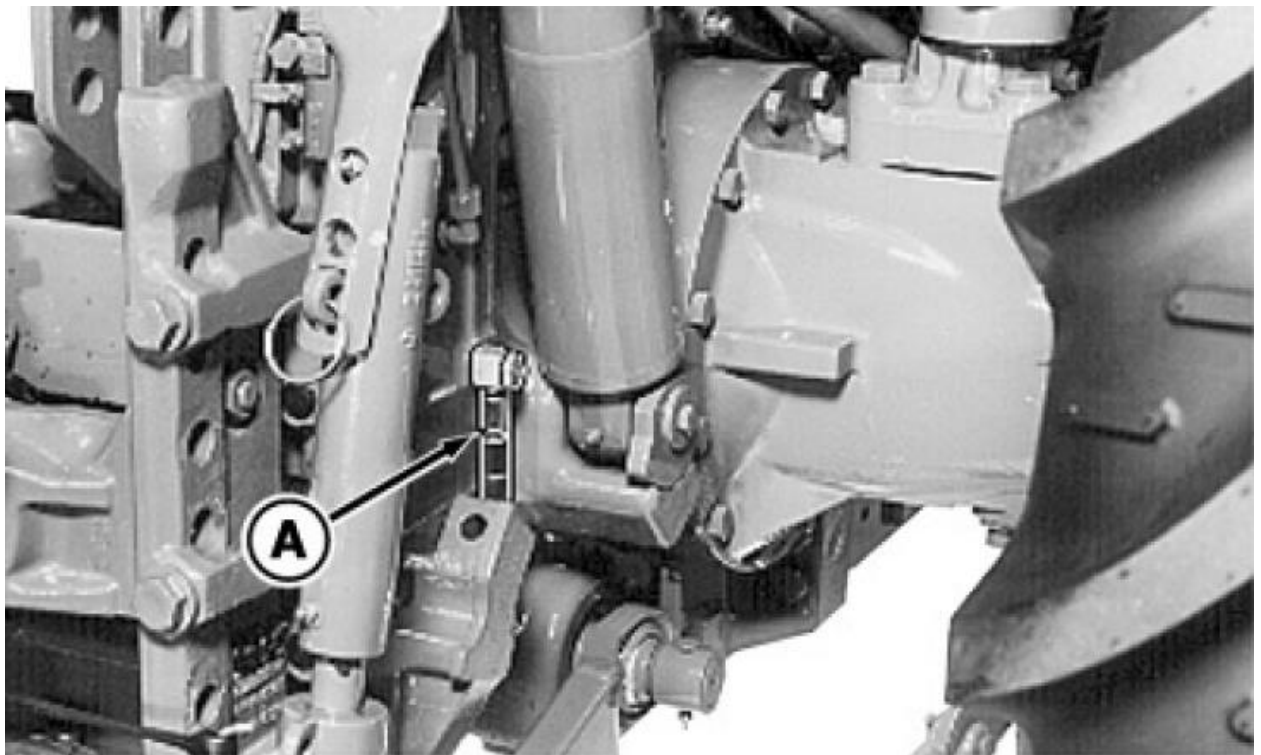

Рис. 8.11. Місце перевірки рівня оливи в баці гідросистеми: А – Індикатор рівня
1. Після вимкнення двигуна через три хвилини, рівень оливи в баку повинна знаходитися між двома індикаторами безпечного рівня (A) (рис. 8.11).